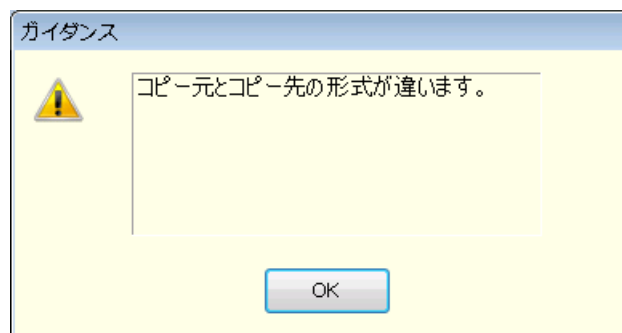

図6-9 データコピーのエラーダイアログ
- 貼り付け先として選択する範囲は、クリップボードにコピーしたときのデータ範囲と、行数と列項目を一致させてください。データ範囲が異なると、図 6-9のエラーダイアログが表示されます。